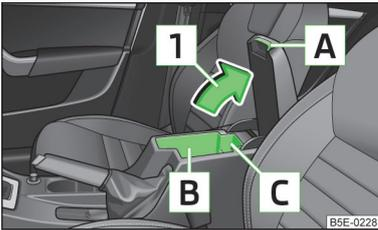

Abb. 67
- > Den Deckel der Armlehne am Griff **A** in Pfeilrichtung **1** » Abb. 67 ziehen und öffnen.
Der Bereich **B** » Abb. 67 des Ablagefachs ist für das Verstauen von Gegenständen mit einer Größe von max. 98 mm x 104 mm x 142 mm vorgesehen.